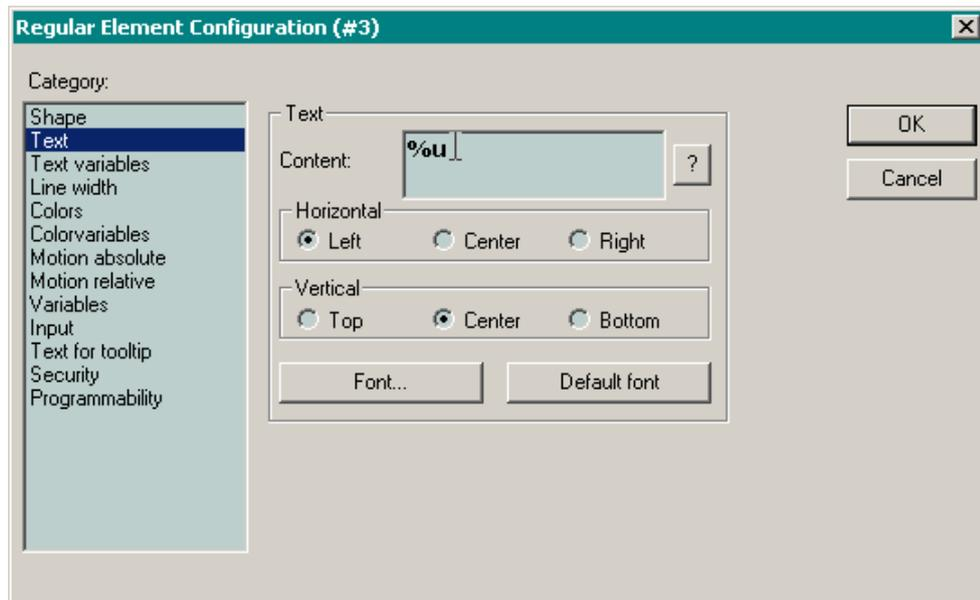

Рис. 76. Ввод спецификатора отображения беззнакового целого значения
- В поле **Content** категории свойств **Text** введите спецификатор вывода целого беззнакового значения %u, как показано на рис. 76.